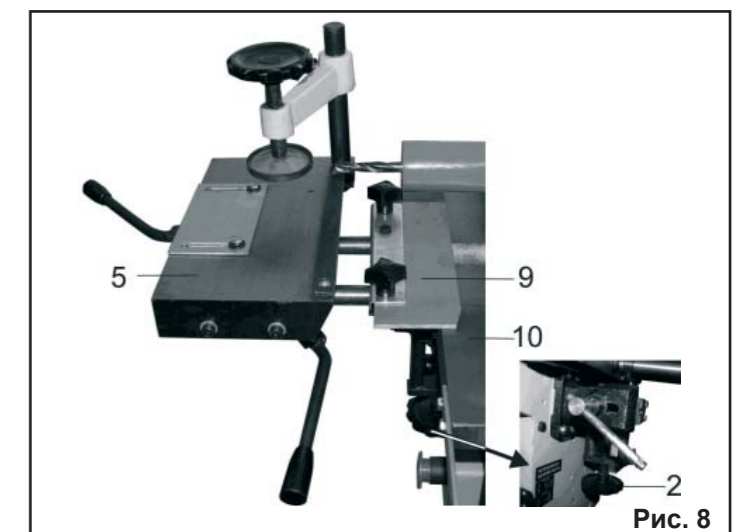

Рис. 8
8.2.6. На фрезерном рабочем столе (10) установите и закрепите фрезерный суппорт (5) и подвижный упор (9), Рис. 8.
8.2.7. На суппорте (5) установить и закрепить прижимное устройство (8) Рис. 8.
8.2.8. Вверните маховик установки высоты фрезерного стола (2), Рис. 8.